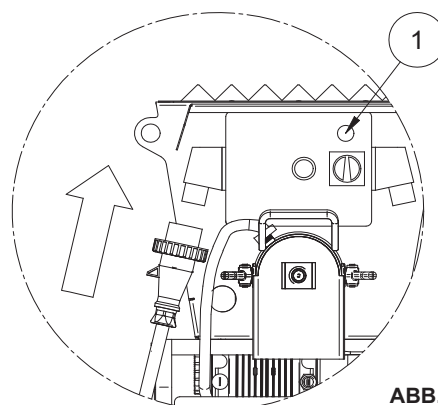

ABB. 5
10. ANSCHLÜSSE**10.1 STROMANSCHLUSS (siehe Abb. 5)**
Vor dem Anschluss des Mischers an das Stromnetz ist sicherzustellen, dass alle Sicherheitsvorkehrungen korrekt positioniert und in gutem Gebrauchszustand sind. Insbesondere muss das Trichtergitter montiert, das Verlängerungskabel in gutem Zustand, Steckdosen und Stecker müssen trocken sein. Das Versorgungskabel an den Stecker auf der Schalttafel des Mischers anschließen (Abb. 5)
und die Maschine unter Spannung setzen. Bei korrektem Anschluss und Spannungsversorgung leuchtet die grüne Kontrolllampe auf der Schalttafel (Bez. 1, Abb. 5).